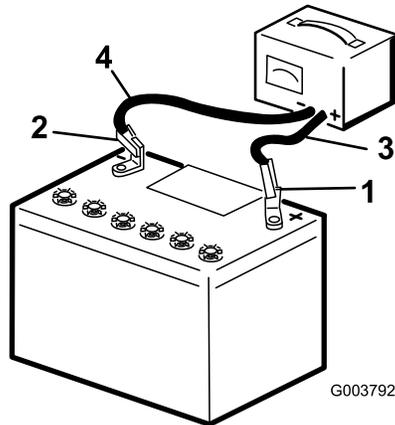

Figura 30
- Cargue la batería durante 10 a 15 minutos a 25–30 amperios, o durante 30 minutos a 4–6 amperios (Figura 30). No sobrecargue la batería.
- Cuando la batería esté completamente cargada, desconecte el cargador de la toma de electricidad, luego desconecte los cables del cargador de los bornes de la batería (Figura 30).